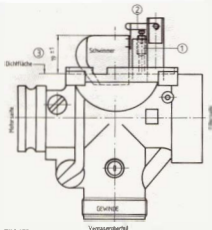

Bild 167
- Vor dem Zusammenbau des Vergasers sind die in den Bildern 165 bis 167 gemachten Angaben zu überprüfen. Beim Vergaser für das neuere Modell lässt sich die Prüfung der Schwimmernadelrichtung nur nach der in Bild 168 gezeigten Art vornehmen. Bei beiden Vergasern wird eine eventuell notwendige Korrektur durch Nachbiegen der Zunge 2 in Bild 167 ausgeführt.